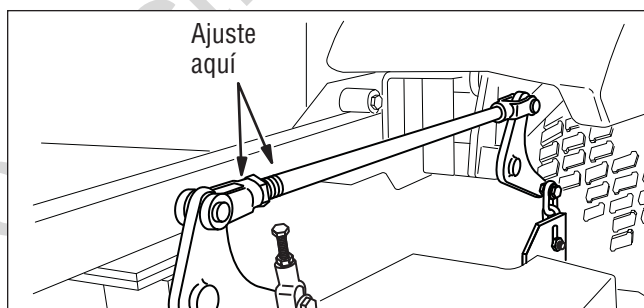

Figura 37. Ajustar sincronización del brazo elevador
7. Consulte la Figura 37. Para ajustar la barra elevadora, suelte la contratuerca en la horquilla frontal y luego retire el pasador de horquilla de 1/2 de pulg. que sujeta la horquilla al brazo de los pivotes elevadores. Gire la horquilla **en el sentido de las agujas del reloj** para hacer que los pivotes de la barra giren hacia atrás. Gire la horquilla **en el sentido contrario al de las agujas de reloj** para hacer que los pivotes de la barra giren hacia delante. Vuelva a instalar la horquilla en el brazo de los pivotes elevadores y fíjela con el pasador de horquilla de 1/2 de pulg. que se retiró anteriormente. Apriete la contractuerca en la horquilla.